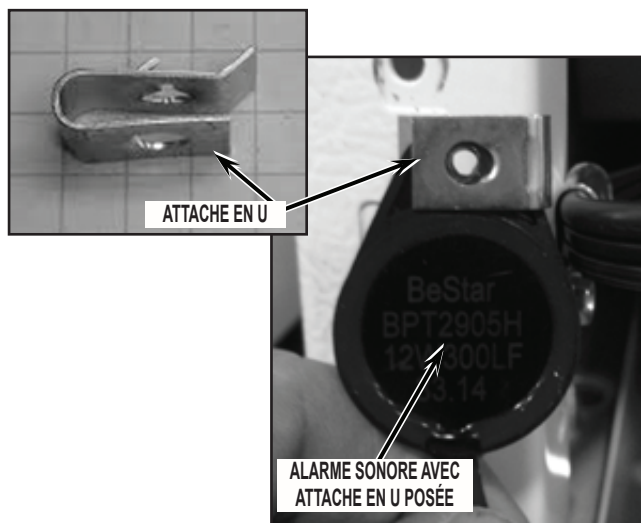

FIGURE 5
8. Installer l'attache en U sur l'avertisseur sonore. Noter l'orientation de l'attache en U sur l'avertisseur sonore. Voir la Figure 5.